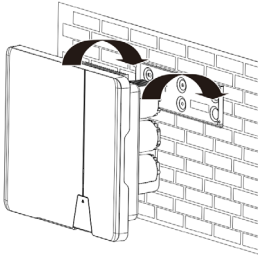
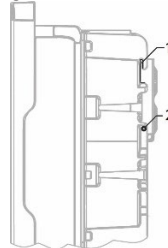

Fig. 6: Hæng vekselretteren på vægholderen
Fig. 8.2: Fastgørelse af vekselretter
- 2 Sæt enheden på monteringspladen (se fig. 6 og fig. 8.2 – pos 1.), og kontroller, at den sidder fast.
- 3 Monter de medfølgende skruer (2x M5x14 mm) på begge sider, så den ikke kan tages af ved hullet (fig.8.2 – pos 2.).
2 Tilslut DC-stikforbinderne parvis til DC-plus og DC-minus-tilslutningsstikkene på kabinettets underside (se fig. 8.2)